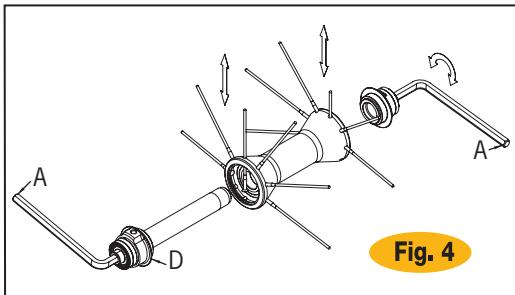

Fig. 4
- Introduzcan dos llaves Allen (A) en las tuercas de tope en los extremos de los bujes. Gírelas en sentido **antihorario**.
- Extraigan el radio a sustituir e introduzcan el radio nuevo, (Fig.4). Si es necesario, introduzcan el perno en el cuerpo del buje y bloqueen firmemente la tuerca de tope móvil con un par de 15 Nm. Controlen la fluidez de la rueda.